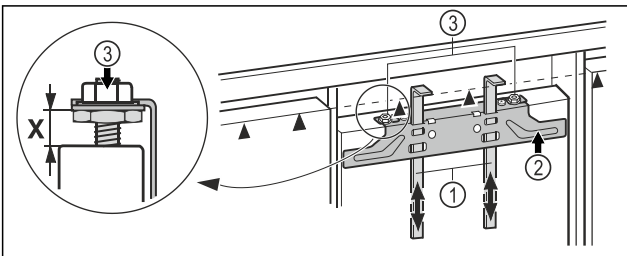

Fig. 44
- ▶ Schuif de montagehulp Fig. 44 (1) tot op de hoogte van de meubeldeur. Onderste aanslagkant ▲ van de montagehulp = bovenrand van de te monteren meubeldeur.
- ▶ Bevestigingstraverse Fig. 44 (2) middels de borgmoeren Fig. 44 (3) losschroeven.